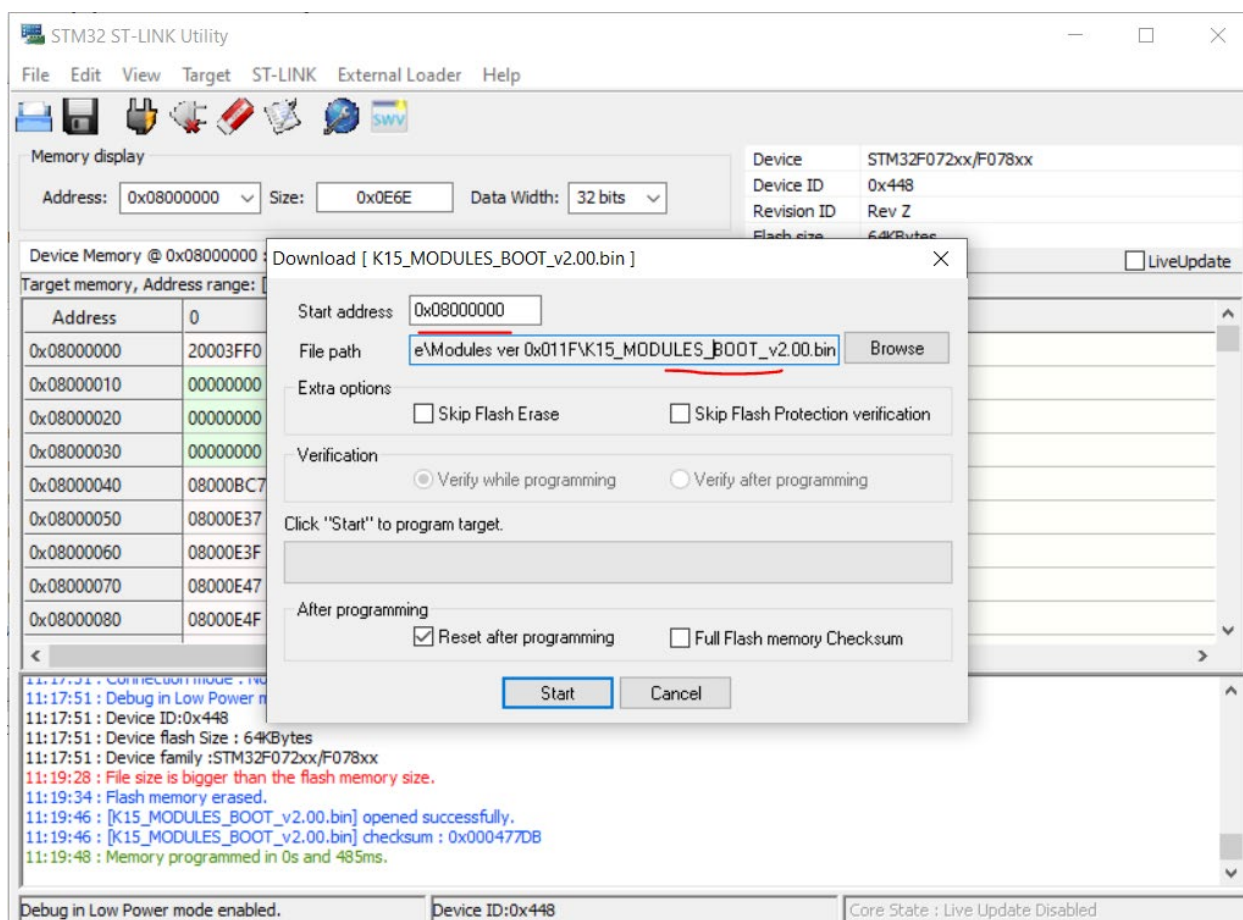

Рисунок 9 Настройки загрузки бутлодера
2. Перейти в Target->Program..., выбрать файл обновления «K15_MODULES_BOOT_v2.00.bin» из поставляемого комплекта ПО и установить стартовый адрес **0x08000000** (это необходимо делать после выбора файла, так как стартовый адрес сбрасывается после выбора файла). (Рисунок 9)